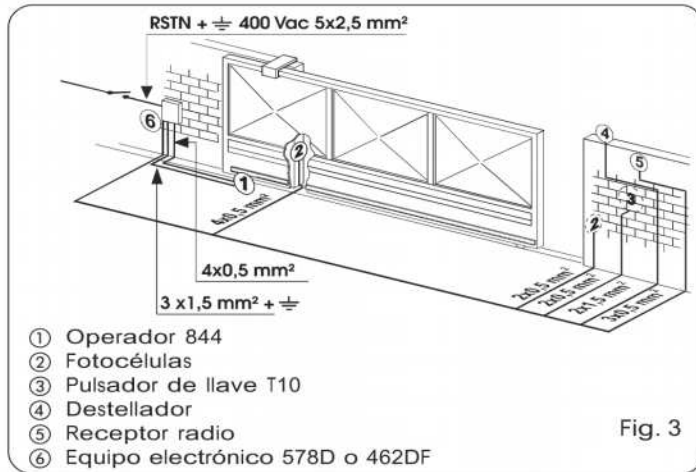

Fig. 3
- 4) Predispongan los cables eléctricos para la conexión con los accesorios y la alimentación eléctrica como muestra la Fig.3. Para efectuar fácilmente las conexiones dejen sobresalir los cables unos 40 cm. del orificio (Fig.5-6 ref. 1) de la placa de cimentación.